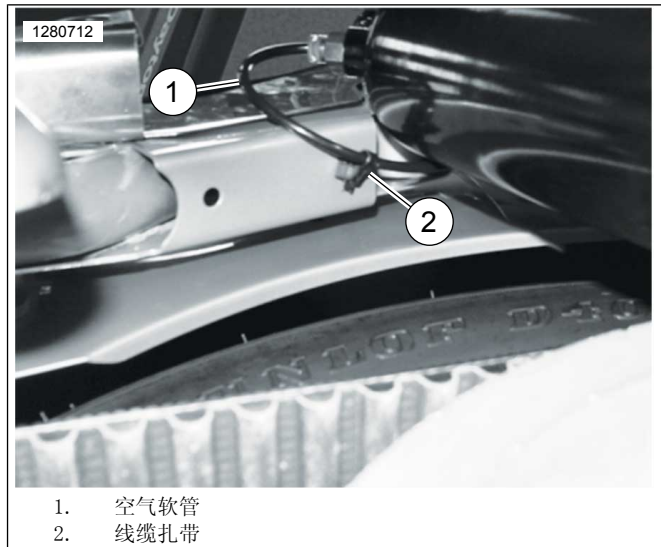

图4。2003年及以后款车型的空气软管布设
- c. 关于 2003 年及以后款车型：请参见图4。从气阀上卸下左侧减震器空气软管 (1)，并将其重新布设在顶部减震器底架下。如图所示，使用线缆扎带 (2) 固定空气软管，避免其扭结或挤压。将空气软管重新安装至气阀，并将气阀安装到左侧托架标记着 "F" 的孔中。